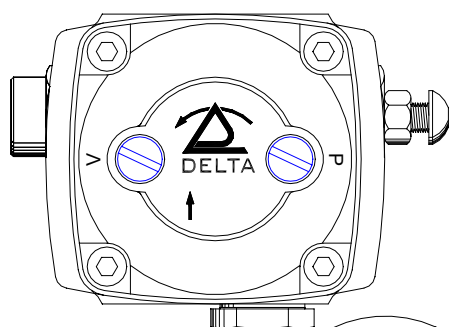

Fig. 1
- a) Usando una chiave esagonale da 19 mm, rimuovere il tappo da 1/4" che ostruisce il foro di ritorno (Fig. 1).
- e) Inserire ed avvitare un tappo da 1/4" nel foro di ritorno (Fig.1).